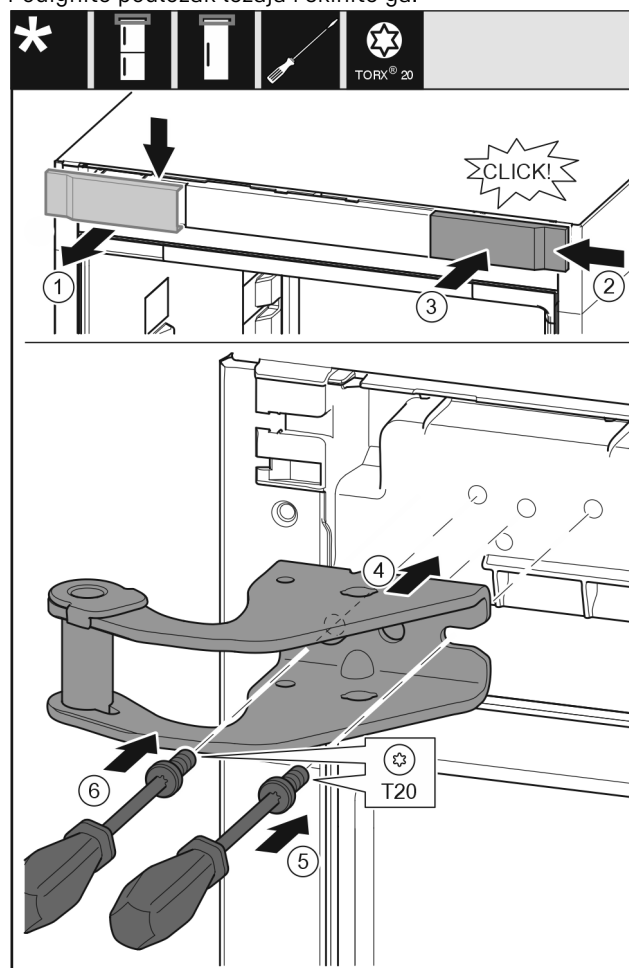

Fig. 9
- ▶ Skinite pokrov odozgo prema naprijed. Fig. 9 (1)
- ▶ Objesite pokrov okrenut za 180° na drugoj strani s desne strane. Fig. 9 (2)
- ▶ Pustite da pokrov uskoči. Fig. 9 (3)
- ▶ Postavite gornji podložak ležaja. Fig. 9 (4)
- ▶ Otvijačem T20 umetnite i pritegnite vijak. Fig. 9 (5)
- ▶ Otvijačem T20 umetnite i pritegnite vijak. Fig. 9 (6)